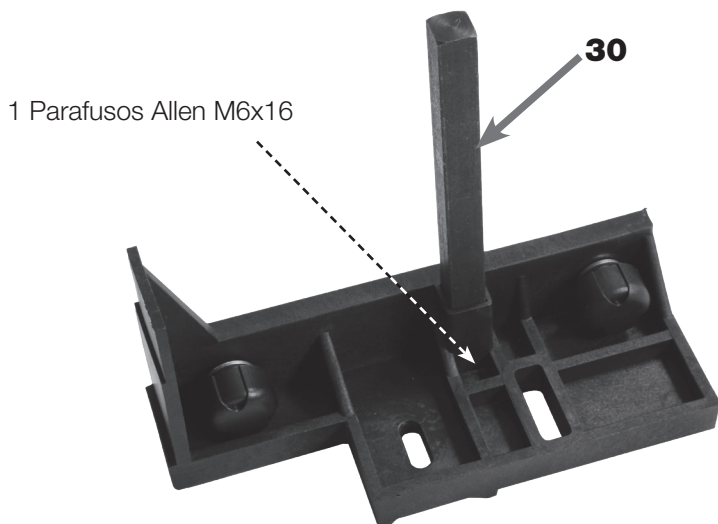

FIGURA 20 - Montagem da Haste de Retenção
8. ENCAIXAR o Apoio da Haste de Retenção (30) no furo quadrado sobre a Cantoneira Deslizante (37) (figura 20);
9. FIXAR o Apoio da Haste de Retenção (30) na Cantoneira Deslizante (37) com Parafuso Allen M6x16 pelo lado oposto ao ilustrado na figura 20;